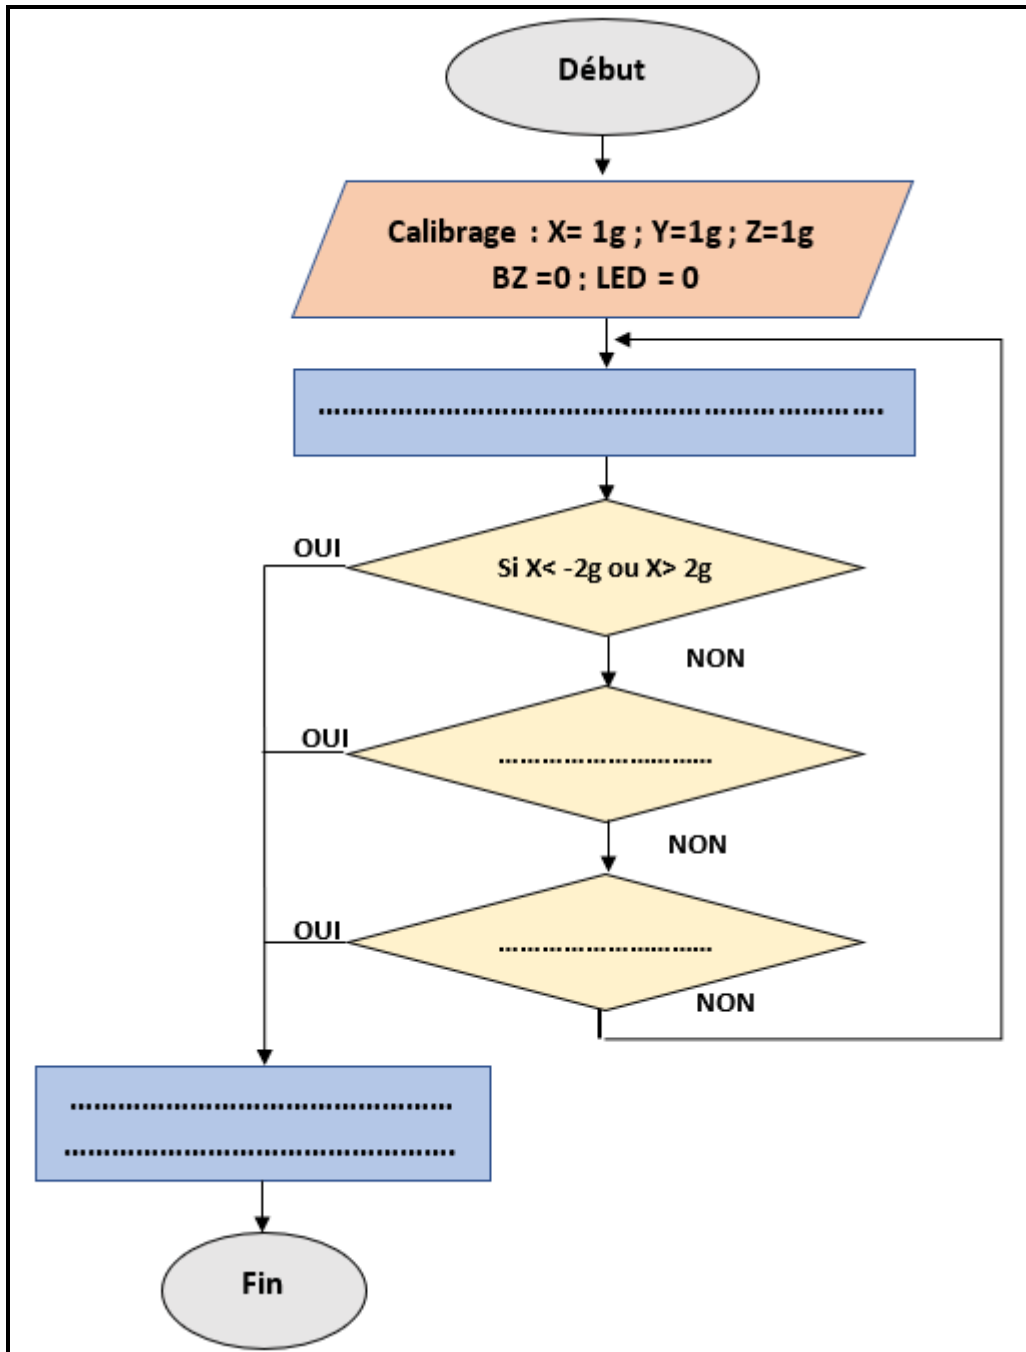

Figure 4 : l'organigramme du système
3. Sur la feuille de réponses, recopier et compléter l'organigramme suivant (figure 4), en se basant sur le principe de fonctionnement du détecteur de séisme : (3 points)